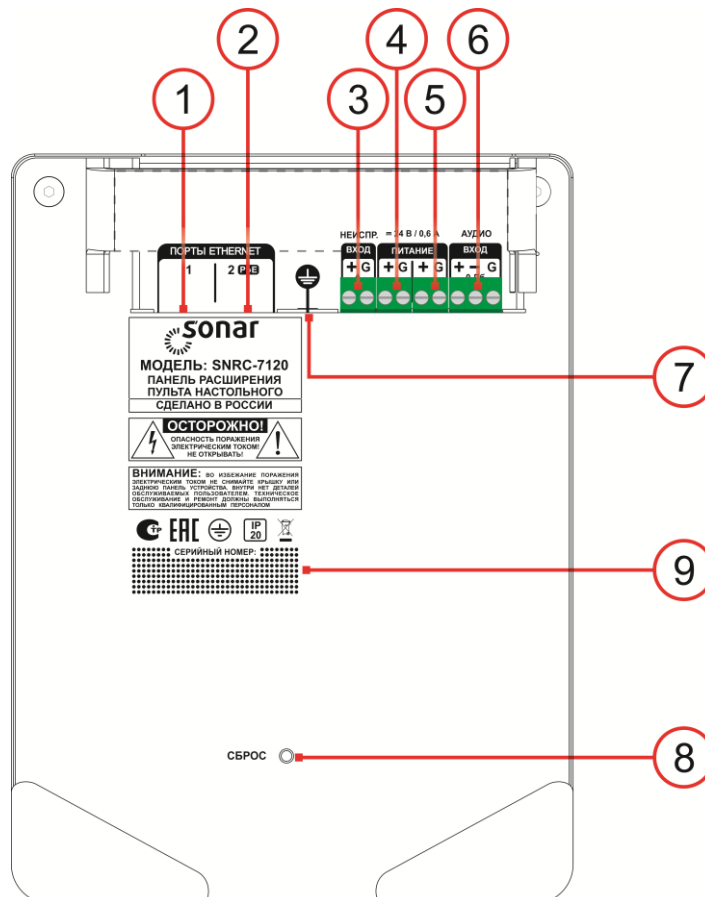

Рисунок 2
5.3 На задней части панели (Рисунок 2) расположены:
- ① – порт Ethernet № 1;
- ② – порт Ethernet № 2 с возможностью питания по PoE (стандарт IEEE 802.3af, класс 0);
- ③ – вход «НЕИСПР.» для приема сигнала неисправности типа «сухой контакт»;
- ④ – разъем основного питания 24 В, 0,6 А;
- ⑤ – разъем резервного питания 24 В, 0,6 А;
- ⑥ – вход «АУДИО» для приема аудио сигнала линейного уровня 0 дБ (0,775 В);
- ⑦ – шпилька заземления (для защиты от статического электричества и наводок);
- ⑧ – кнопка «СБРОС», возврат к заводским параметрам сетевых настроек
- ⑨ – место расположения серийного номера.